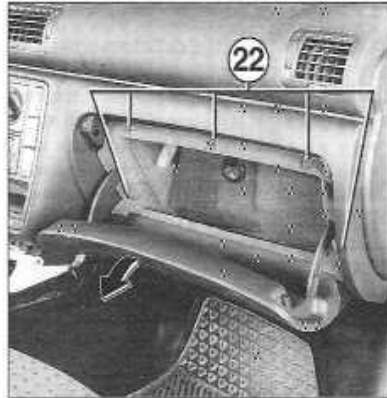

FIGURE 9-13
- Ouvrir la boîte à gants et déposer les vis (22) de fixation intérieure (figure 9-13).